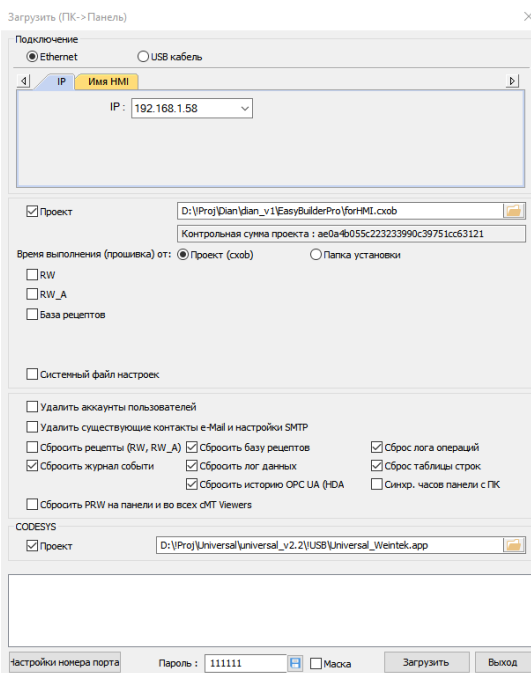

Рисунок 4.13 – Настройки окна «Загрузить (ПК->Панель)» ПО Utility Manger
7. Установить значения в полях: «Сбросить журнал событий», «Сбросить базу рецептов», «Сбросить лог данных», «Сбросить историю OPS UA (HDA)», «Сброс лог операций», «Сброс таблицы строк», «Синхр. часов панели с ПК». Ввести пароль в поле «Пароль:» (по умолчанию 111111 (рисунок 4.13)).